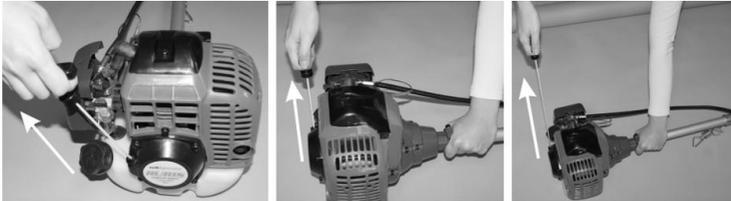

Fig. 15
- tragerea la sfoara trebuie sa fie facuta in doua trepte. Prima treapta va fi facuta prin tragere usoara a demarorului pana cand sfoara este iesita din rola demaror circa 200mm. A doua treapta va fi prin tragerea puternica si lunga fara intrerupere (trageți sfoara demarorului pana la nivelul umerilor dumneavoastra) conform fig.15